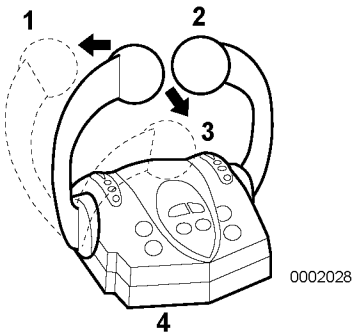

Figure 10
Utilisez la tête de commande à deux leviers (**Figure 10, (4)**) du gouvernail pour faire marche AVANT (**Figure 10, (1)**), ARRIÈRE (**Figure 10, (3)**) ou pour régler au POINT MORT (**Figure 10, (2)**) et pour contrôler la vitesse pour une installation à deux moteurs.